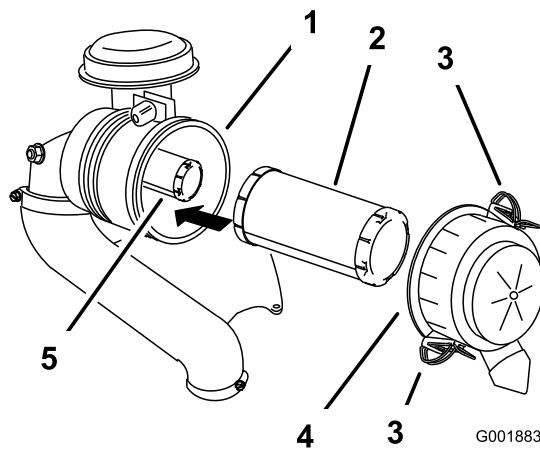

Figure 29
3. Déverrouillez le filtre à air et détachez le couvercle du boîtier du filtre (Figure 29).
5. Sortez le préfiltre du boîtier du filtre avec précaution (Figure 29).
- Si vous remplacez l'élément de sécurité, insérez-le avec précaution dans le boîtier du filtre (Figure 29).
- Glissez ensuite le préfiltre sur l'élément de sécurité avec précaution (Figure 29).
- Reposez le couvercle du filtre à air, le côté portant l'inscription **UP** en haut, et verrouillez-le (Figure 29).